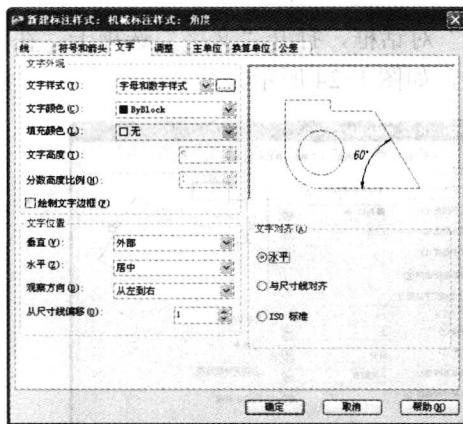

图 1-26 设置角度标注文字的对齐方式
2. 单击“继续”按钮，弹出“新建标注样式”对话框，打开“文字”选项卡，在“文字位置”选项栏的“垂直”下拉列表中选择“外部”选项，在“文字对齐”选项栏中选中“水平”单选按钮，即将角度标注文字位于尺寸线外部且水平书写。“文字”选项卡的设置如图 1-26 所示。